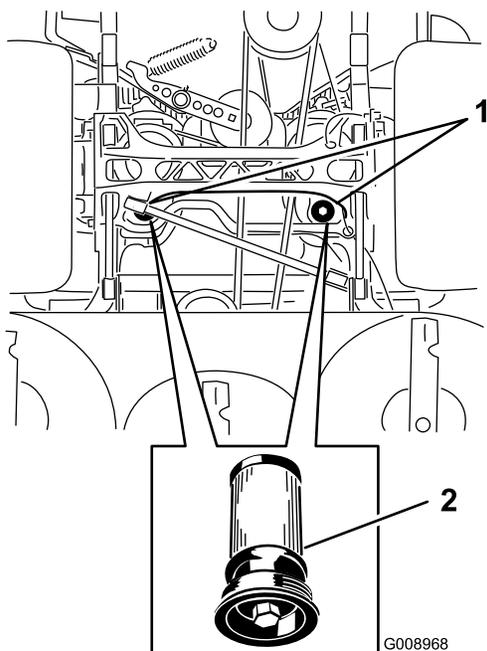

Рисунок 105
5. Поместите сливной поддон под фильтр, снимите старый фильтр и дочиста протрите поверхность (Рисунок 105).
6. Нанесите тонкий слой гидравлической жидкости на резиновую прокладку нового фильтра (Рисунок 105).